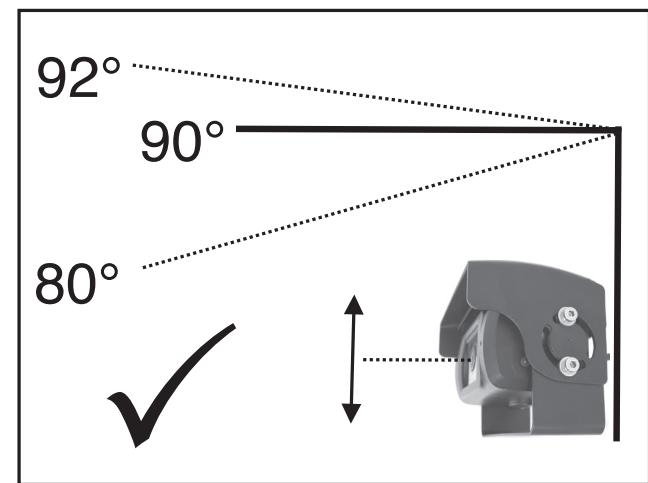

Abbildung 3
Die Kamera ist nicht für eine hängende Montage geeignet. Die Vorrichtung muss sich wie in Abbildung 3 gezeigt entweder in einer aufrechten oder in einer vergleichbaren Position befinden.
- Lösen Sie beidseitig die Befestigungsschrauben (Abb. 1, Pos. 8) etwas, um den Neigungswinkel der Kamera anzupassen. Achten Sie bei der Einstellung darauf, dass die Kamerataschablende (Shutter) freigängig ist. Ziehen Sie die Schrauben nach Abschluss der Einstellung auf beiden Seiten wieder fest. Beachten Sie hierzu auch Abbildung 3.